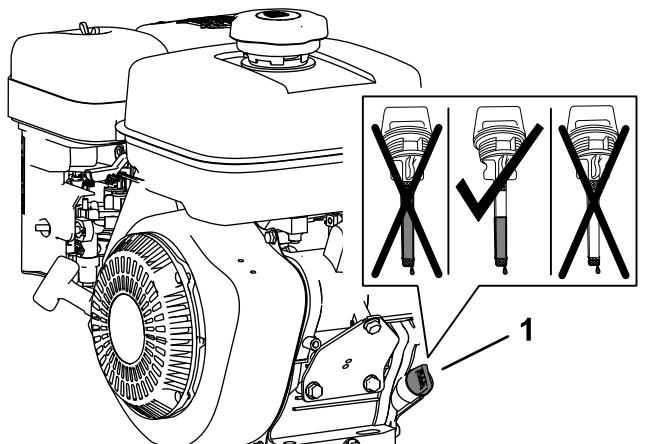

図 15
- ディップスティックを引き抜いてオイル量を確認する 図 15。
**注** ディップスティックについている 2 つの格子模様の間が全部オイルで濡れていればオイル量は適正です 図 15。
- ディップスティックを取り付けて手締めする 図 15。
- 補給口から、所定のオイル 0.6 L をゆっくりとエンジンのクランクケースに入れる 図 15。